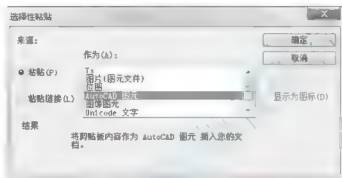

图 3.127 【选择性粘贴】对话框
(1) 在 Microsoft Word 或 Excel 软件中做好表格,然后将其全部选中,执行【复制】命令(组合键 Ctrl+C)。
(2) 回到 AutoCAD 图形文件中,执行菜单栏中的【编辑】|【选择性粘贴】命令,打开【选择性粘贴】对话框,选中“AutoCAD 图元”,如图 3.127 所示。